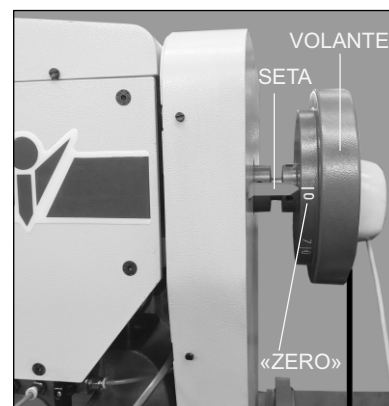

Figura 8
- ✓ Girar o volante da máquina e coloque a agulha na posição “acima” e a seta de posicionamento no volante na posição “zero” (figura 8);